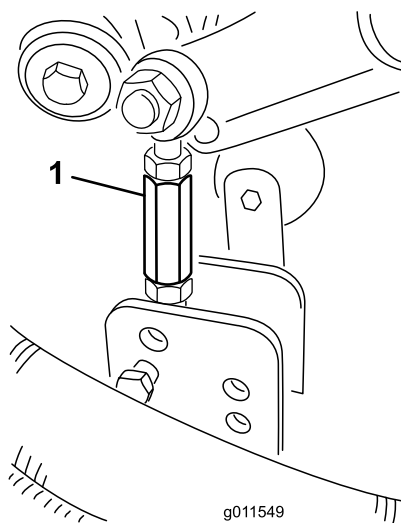
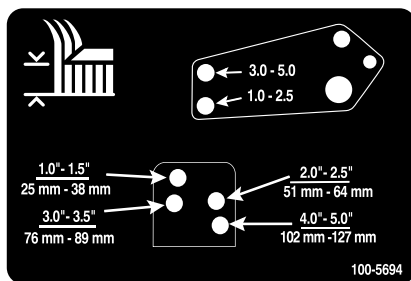

Figura 26
Figura 27
8. Retire os pernos de gancho e os passadores que fixam os elementos de ligação do amortecedor aos suportes da unidade de corte (Figura 26). Alinhe os orifícios do elemento de ligação do amortecedor com os orifícios da altura de corte desejada na estrutura da unidade de corte (Figura 27) e insira os respectivos passadores e pernos de gancho.